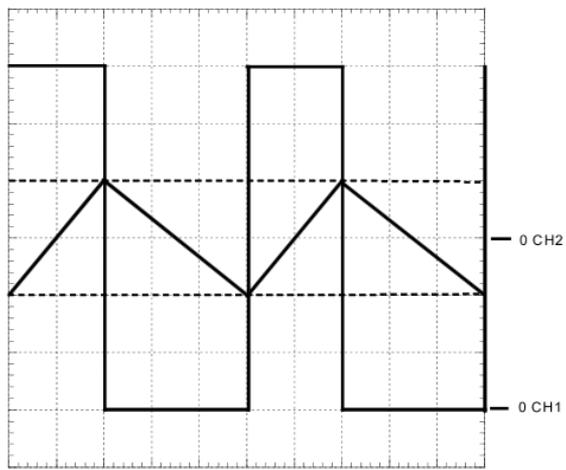

Figure 4
L'oscillogramme de la figure 4 fournit un relevé de tensions effectué alors que la source E_0 fournit une puissance $P = 3,0$ kW.
8. Déduire de l'oscillogramme de la figure 4 et des conditions de réalisation de l'essai correspondant :